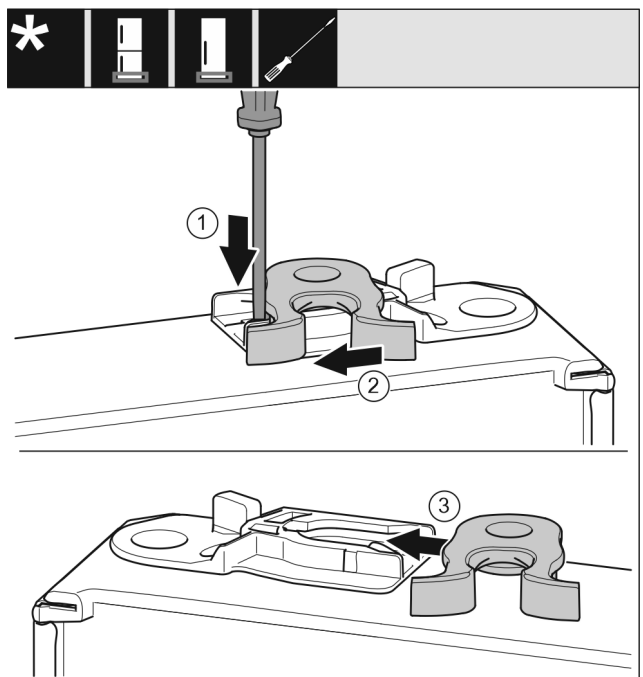

Fig. 21
- ▶ За допомогою шліцевої викрутки притисніть униз накладку. Fig. 21 (1)
- ▶ Витягніть із напрямної запірний гачок. Fig. 21 (2)
- ▶ Вставте запірний гачок у напрямну з іншого боку. Fig. 21 (3)